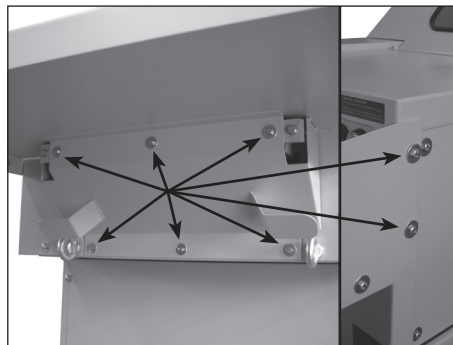

Рис. 3
3. Закрепить стол ранее вывернутыми винтами с шайбами к корпусу (3 винта спереди, 2 винта по бокам) и к лицевой стороне держателя ленточного транспортера (3 штуки, рис. 3).